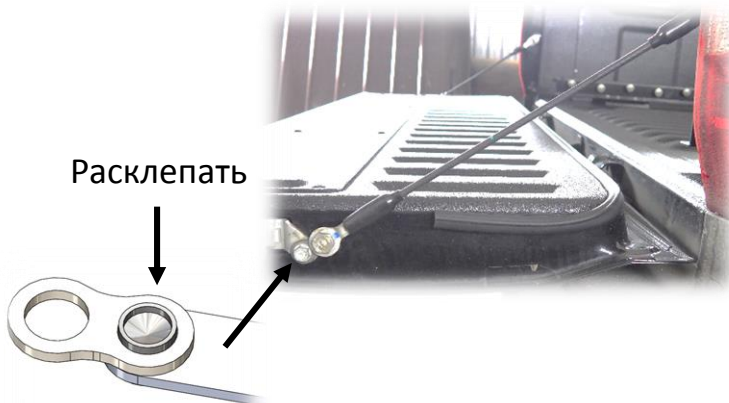

Рис.1
2. Установить удлинители ограничителей заднего борта. Для этого поочередно снять ограничители со стороны борта, и приклепать к ним удлинители с помощью осей (рис.1).